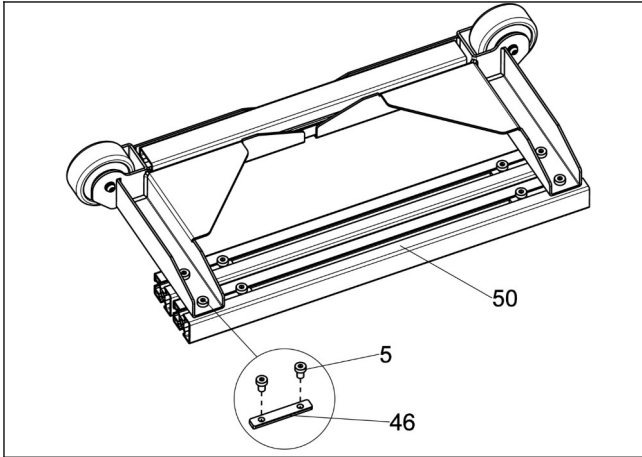

**Abb.5**
a. Drehen Sie die Bockrollen-Baugruppe „A“ auf dem Boden um, lösen Sie die Schrauben „5“ und entfernen Sie die langen Seitenholme „50“ und die Sperrblöcke „46“. (siehe **Abb.5**)